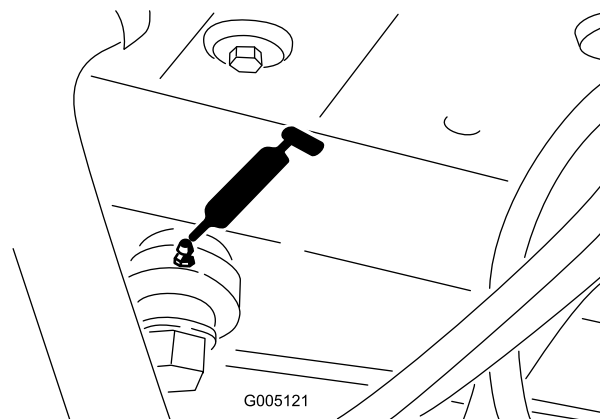

Bild 42
- Servolenkungszyylinder (Bild 42)